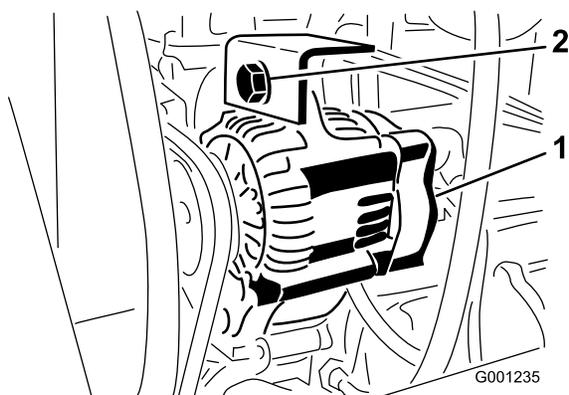

Рисунок 74
2. Ослабьте крепежный болт генератора (Рисунок 74).
3. Увеличьте или уменьшите натяжение ремня генератора и затяните крепежный болт (Рисунок 74).